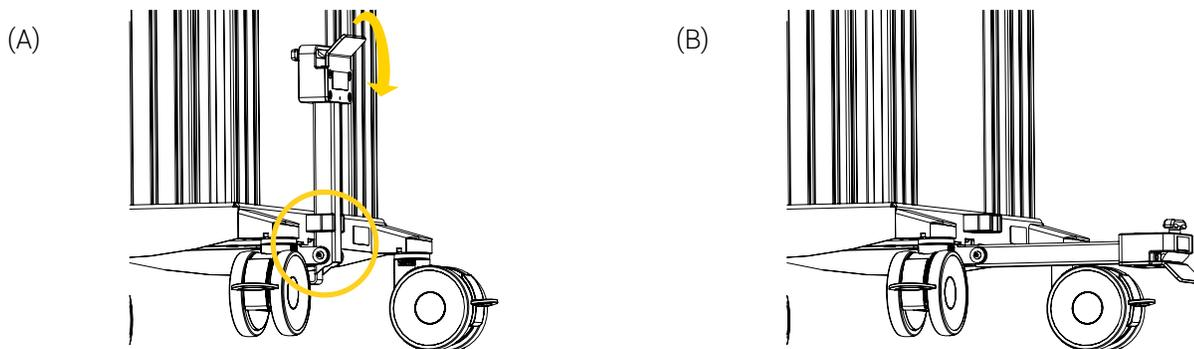

Figure 10 : Pivotement du bras rabattable
- Au besoin, désengager le système de freinage des quatre (4) roulettes pivotantes à double roue du Chariot néonatal THS.
- Au besoin, désengager les quatre (4) freins de blocage de l'incubateur, puis engager la roulette de direction pour faciliter les déplacements rectilignes.
- Descendre le bras rabattable du Chariot néonatal THS avec votre pied pour le détacher de son support (Figure 10 A), puis faire pivoter le bras vers l'avant jusqu'à sa position finale (Figure 10 B).